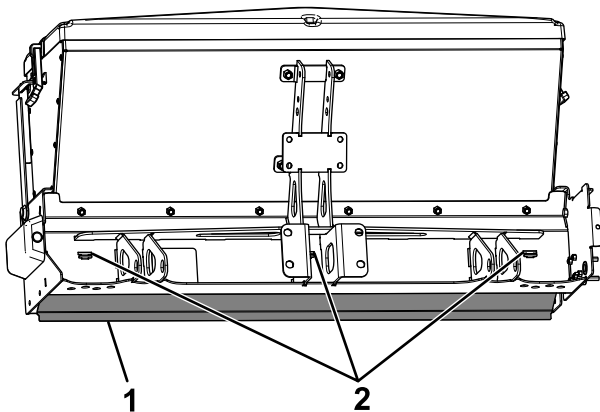

Bild 5
2. Schieben Sie den Pritschenschutz unter den Streuer und biegen Sie die Laschen in den Schlitten des Streuerrahmens um (Bild 5).